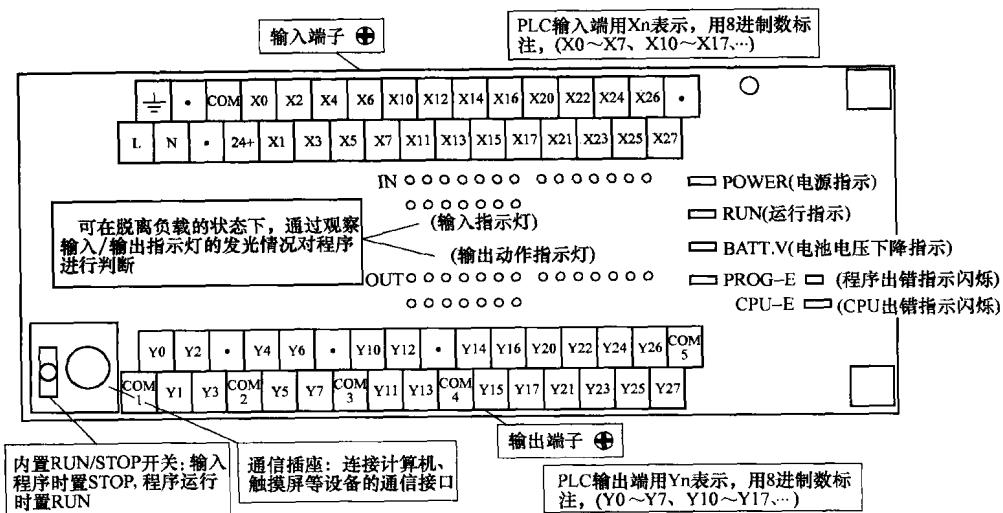

图1-4 FX2N—48MR型PLC基本单元的面板结构示意图
FX2N—48MR型PLC基本单元的面板结构如图1-4所示。
开始实训前，请将配置在实训设备中的 PLC 与图 1-4 作对照，认真观察，了解 PLC 面板上每部分的作用。
(4) 输入继电器与输出继电器的数量 再次认真观察图 1-4, 在 FX2N-48MR 的基本单元中, 输入端的输入继电器有 24 个, 分别编为 X0~X7、X10~X17、X20~X27。输出端的输出继电器也有 24 个, 分别编为 Y0~Y7、Y10~Y17、Y20~Y27。